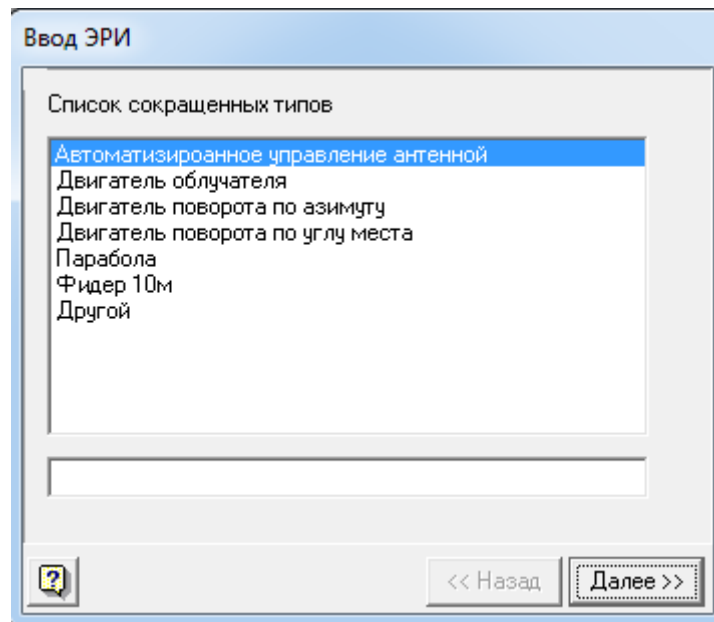

Рис. 3.27 Окно выбора типа ЭРИ
- В появившемся окне «Ввод ЭРИ» (см. рис. 3.27) выберите из списка нужный Вам тип ЭРИ.